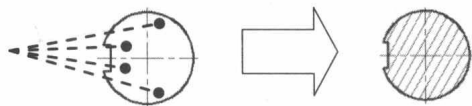

图 1.1.19 进行图案填充
Step4. 对图 1.1.19 所示的图形进行图案填充。
(1) 将图层切换至“剖面线层”。
(2) 选择下拉菜单  **绘图(D)** →  **图案填充(H)** 命令, 在命令行中输入字母 T 并按 Enter 键, 系统弹出“图案填充和渐变色”对话框。在 **类型(T)**: 下拉列表中选择 **用户定义** 选项, 在 **角度(A)**:
下拉列表中选择 **45** 选项,在 **间距(C):** 文本框中输入数值 3,然后单击 **添加:拾取点** 左侧的  按钮,系统自动切换到绘图区,选取图 1.1.19 所示的封闭区域为要填充的区域,按 **Enter** 键完成填充。